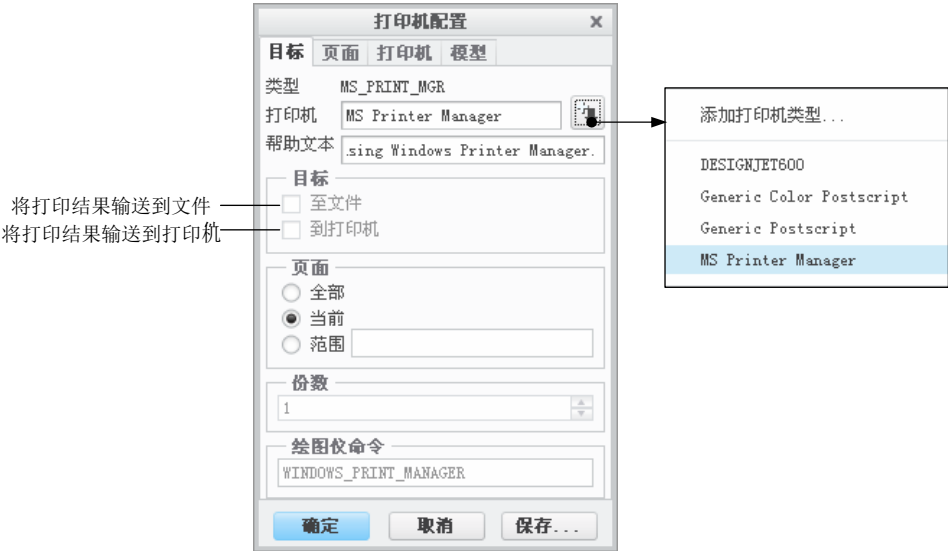

图 10.10.2 “打印机配置”对话框
Step3. 在系统弹出的图 10.10.2 所示的“打印机配置”对话框中, 进行下列操作: